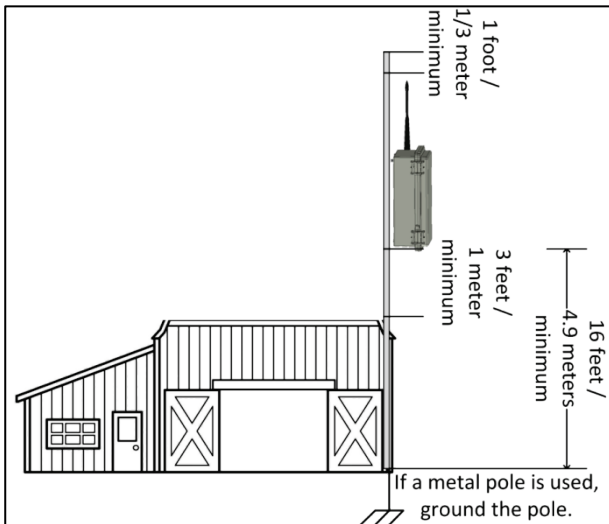

Figura 16: Configuración del rayo
- Poste de la antena (Figura 16):